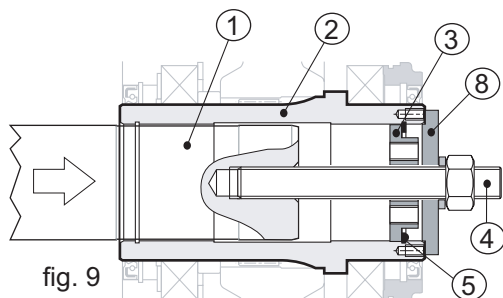

fig. 9
Quindi inserire nelle loro sedi prima il fondello (pos. 3), poi il seeger per interni (pos. 5), a questo punto avvitando il dado della barra filettata si portano i due alberi a battuta tra di loro (vedi fig. 9).